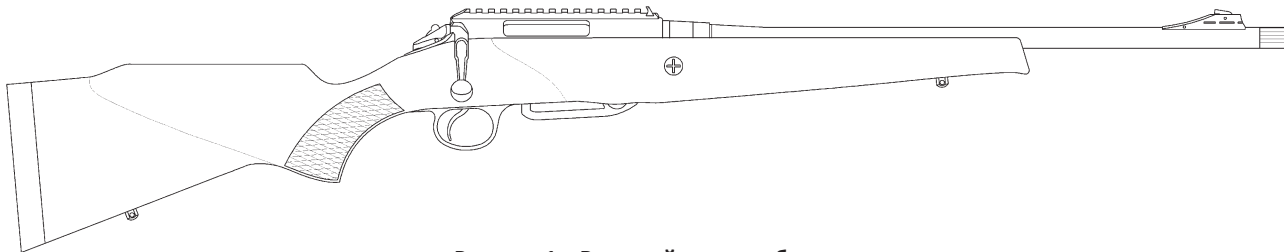

Рисунок 1 – Внешний вид карабина
1.1.1 Карабин охотничий «145 Лось» (рисунок 1) предназначен для различных видов охоты в условиях всех макроклиматических районов на суше.